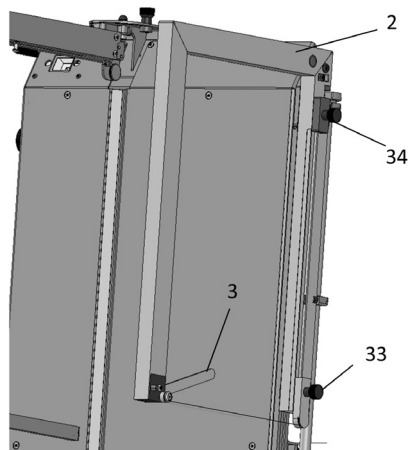

Abb. 8
- Zuerst übertragen Sie das Winkelmaß der Dachneigung mit einer Dämmplatte (s. Gehrungsschnitte) auf den Schneidedraht des Eckschneiders. Dazu stellen Sie die zugeschnittene Dämmplatte (Gehrungsschnitt) auf die Auflageschienen und führen den Eckschneider an den Winkel heran. Nutzen Sie zur Übernahme des Winkels die Gehrungshilfe des Eckschneiders (Pos. 3, Abb. 8). Der Winkel kann auch direkt mit der Schmiege auf die Gehrungshilfe des Eckschneiders (Pos. 3, Abb. 8) übertragen werden.
- Anschließend übertragen Sie den Winkel auf den Schneidedraht: Schieben Sie den Eckschneider in die Ausgangsposition zurück. Lösen Sie die Schraube für die Winkelreiter (Pos. 33, Abb. 8) und den Drahtspannreiter (Pos. 34., Abb. 8), richten den Draht in der Diagonalen so aus, dass dieser parallel zur Dämmplatte und der Gehrungshilfe verläuft.
- Ziehen Sie die Schraube für den Winkelreiter (33) wieder fest an.
- Spannen Sie den Draht mit dem Drahtspannreiter (34), ziehen diesen nach oben bis der Draht ausreichend gespannt ist und arretieren den Reiter wieder.